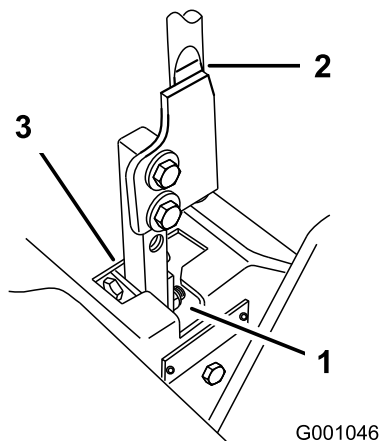

Figure 73
5. Placez le levier en position POINT MORT, sans le verrouiller (Figure 73).
6. Tirez le levier en arrière jusqu'à ce que l'axe de chape (situé sur le bras au-dessous de l'axe de pivot) touche l'extrémité de la fente (c.-à-d. commence juste à appuyer sur le ressort) (Figure 73).
7. Vérifiez la position du levier par rapport au cran de la console (Figure 73). Il doit être centré de façon à pouvoir pivoter vers l'extérieur jusqu'à la position de VERROUILLAGE AU POINT MORT.